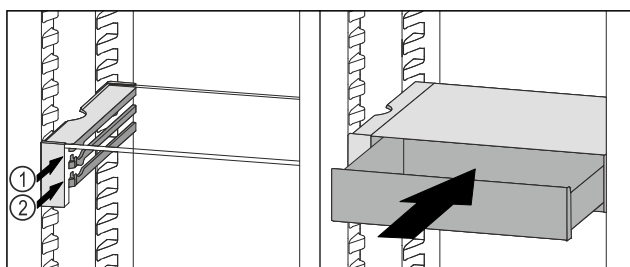

Fig. 70
- ▶ Nasaďte zásuvku VarioSafe za zarážky na požadovaném žeburu Fig. 70 (1) nebo Fig. 70 (2).